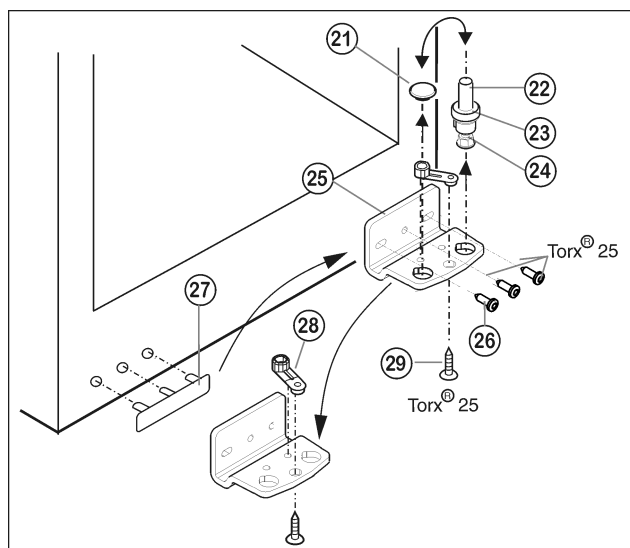

Fig. 6
- ▶ Извлеките опорный винт Fig. 6 (22) в комплекте с шайбой Fig. 6 (23) и регулируемой опорой Fig. 6 (24), вытягивая его вверх.
- ▶ Снимите пробку Fig. 6 (21).
- ▶ Открутите Fig. 6 (26) опорный кронштейн Fig. 6 (25).
- ▶ Открутите Fig. 6 (29) опорную деталь Fig. 6 (28) и, переставив в отверстие на противоположной стороне опорного кронштейна, снова прикрутите.
- ▶ Осторожно снимите и переставьте на противоположную сторону крышку со стороны ручки Fig. 6 (27).
- ▶ Снова прикрутите опорный кронштейн Fig. 6 (25) на новой стороне шарнира (с моментом 4 Нм). При необходимости используйте аккумуляторный шурупверт.
- ▶ Переставьте пробку Fig. 6 (21) в свободное отверстие.
- ▶ Вновь установите опорный винт Fig. 6 (22) в комплекте с шайбой и регулируемой опорой. При этом фиксатор должен быть направлен назад.